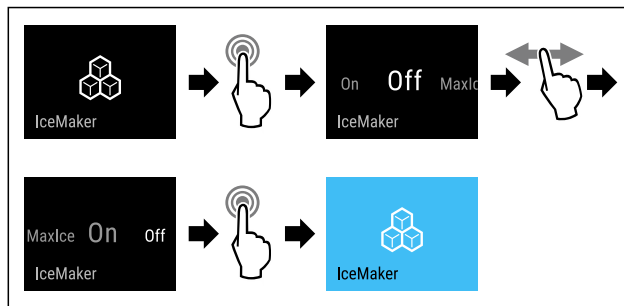

Fig. 19
- ▶ Proved'te akční kroky (viz Fig. 19) .